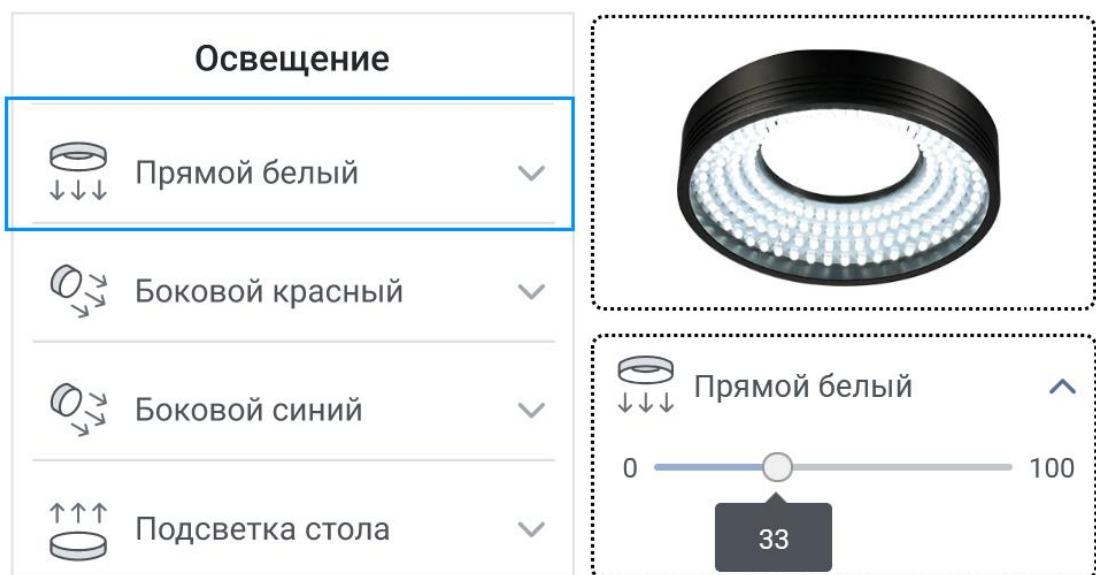

Рисунок 14 – Управление центральным каналом освещения
2.2.4.21 Система освещения ПАК ICVision имеет 4 независимых канала управления с 4 источниками света. Для проверки каждого канала выберите соответствующий источник в меню управления освещением (см. Рисунок 14)
2.2.4.22 Положение ползунка управления освещением в значении равном 0 соответствует выключенному состоянию. Плавно перемещайте ползунок управления соответствующим каналом освещения и убедитесь в изменении интенсивности освещения данным источником (см. Рисунок 14). Проверьте возможность управления для всех 4-х каналов.